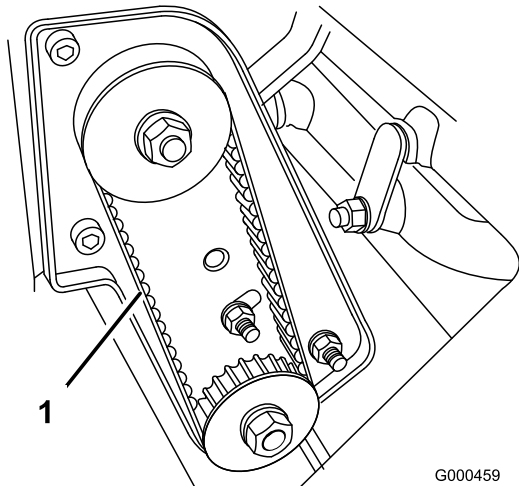

Figura 42
2. Verificate la tensione premendo sulla cinghia (Figura 42) al centro tra le pulegge, applicando una forza di $1,8 \pm 0,5$ kg. La cinghia deve flettersi di 4,8–7,9 mm. Se la flessione non è esatta, procedete alla voce seguente.